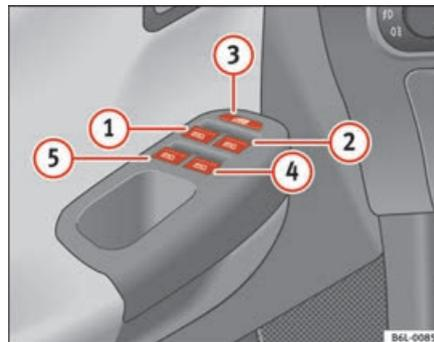

Fig. 52 Pormenor da porta do condutor: comandos para os vidros dianteiros e traseiros
Os botões ⇒ página 88, fig. 52 ① e ② têm duas posições para abrir e duas para fechar os vidros. É assim mais fácil controlar a abertura e o fecho.